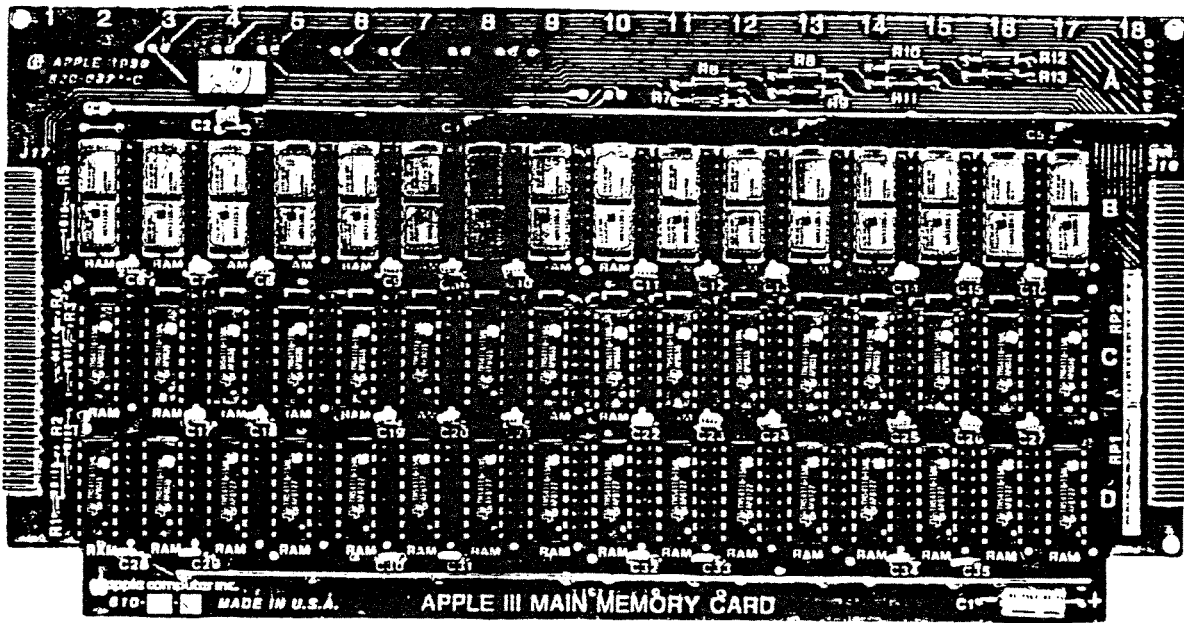

ABBILDUNG 3 12 V KARTE
4. Dann prüft der Test das RAM und meldet etwaige Defekte. Der 12V-Test gibt die RAM-Positionen nach einem Raster von Buchstaben und Zahlen an der Seite und dem oberen Rand der 12V-Karte (Reihe B, C, D; Spalte 2 bis 17: siehe Abbildung 3).